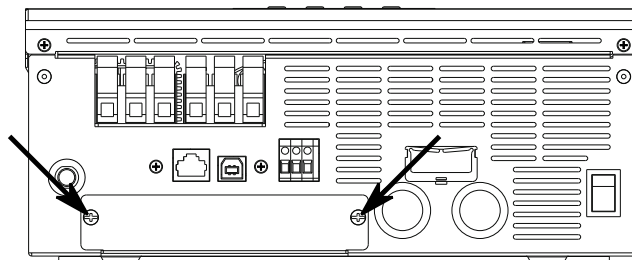

Figure 9 : Dévisser les vis à panneaux parallèles.
- Avant de pouvoir installer le kit, dévisser les deux vis illustrées à la Fig. 9. Veillez à conserver les vis.
4. Replacez la carte parallèle dans l'onduleur à l'endroit où la carte factice a été installée précédemment. Vissez-le en place avec les vis retirées de la Fig. 9.
Veillez à ce que la distance minimale aux murs et autres objets soit respectée. De même, lors de l'installation de plusieurs onduleurs, assurez-vous que la distance minimale entre chaque onduleur est d'au moins 20 cm sur le côté et que les onduleurs sont montés sur une ligne horizontale. De plus, aucun objet ne doit se trouver à moins de 50 cm au-dessus ou au-dessous de l'onduleur, comme indiqué à la Fig. 9, afin d'assurer